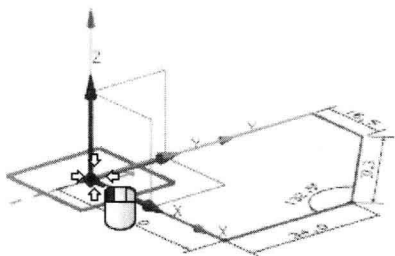

图 1-8 完成草图轮廓绘制
- 选择基准坐标系的原点，形成封闭轮廓，完成草图曲线绘制，如图 1-8 所示。